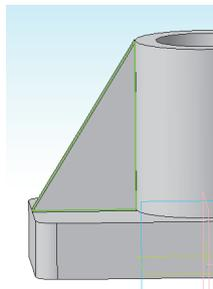

Рис. 5.12
6. Завершить операцию, нажав кнопку **Создать объект**  (рис. 5.12).